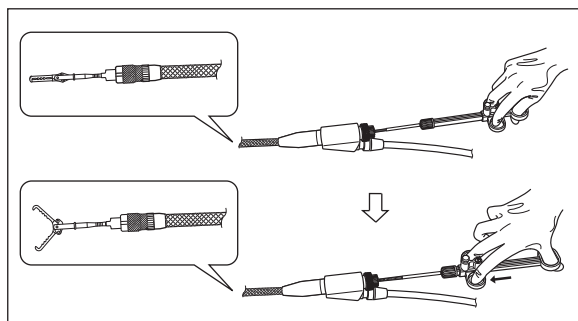

図 3.11
12. スライダを前後させて、ワニ口鉗子部が開閉することを確認します。（図 3.11 参照）